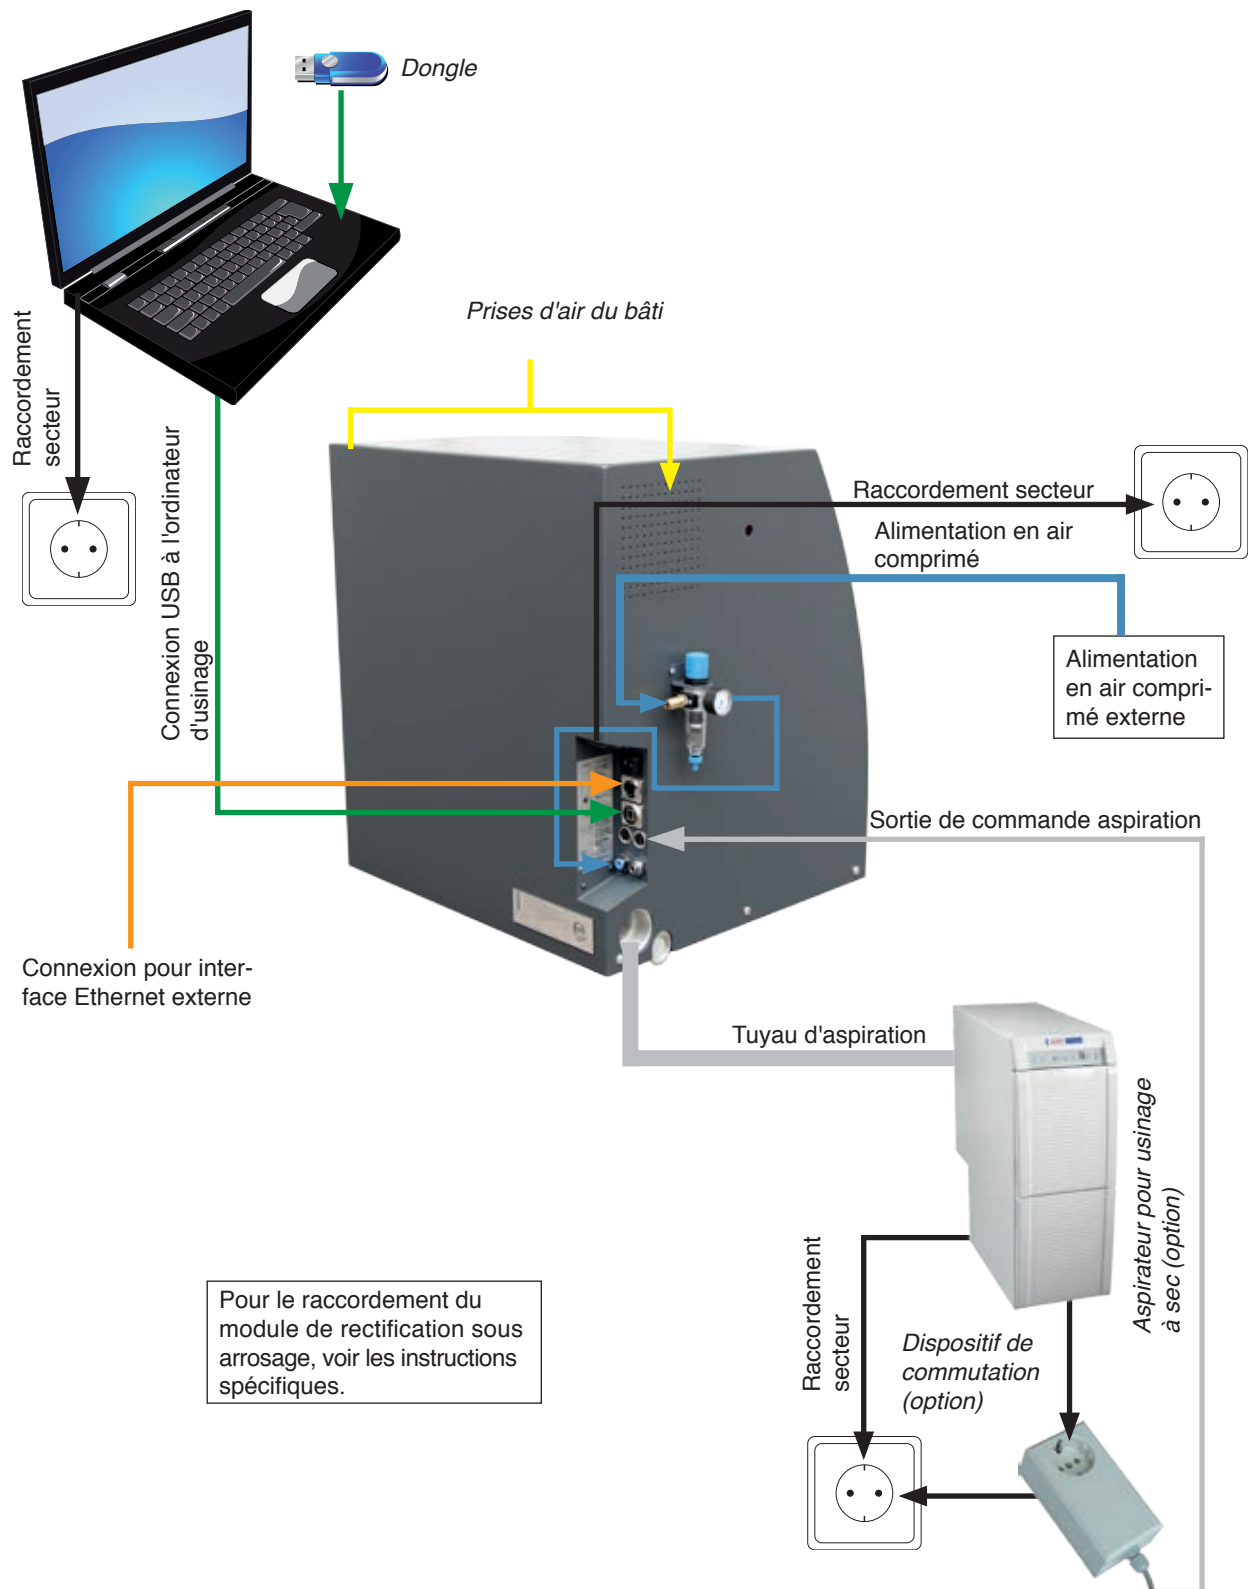

FIGURE 5 : VUE D'ENSEMBLE DES RACCORDEMENTS DE LA MACHINE IMPRESSION MODÈLES S
- M2.** Fixez l'unité de maintenance en position debout avec les deux vis à tête cylindrique (Cf. Figure 5 en page 25).